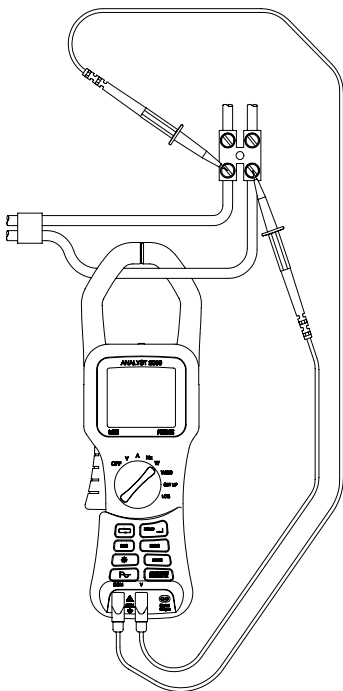

Fig. 4
- Premere la leva di disimpegno per aprire le ganasce e serrarle sul conduttore sotto corrente, come mostrato nella fig. 4.
- Quando è configurata la misura di potenza (Fig. 4) con i puntali collegati e la ganascia chiusa attorno al conduttore di corrente, lo strumento visualizza la frequenza del generatore di corrente (a condizione che ARMS > 10A). Se ARMS < 10A, viene effettuata una misura della frequenza in volt (a condizione che VRMS > 1V), altrimenti viene visualizzato ---,-.